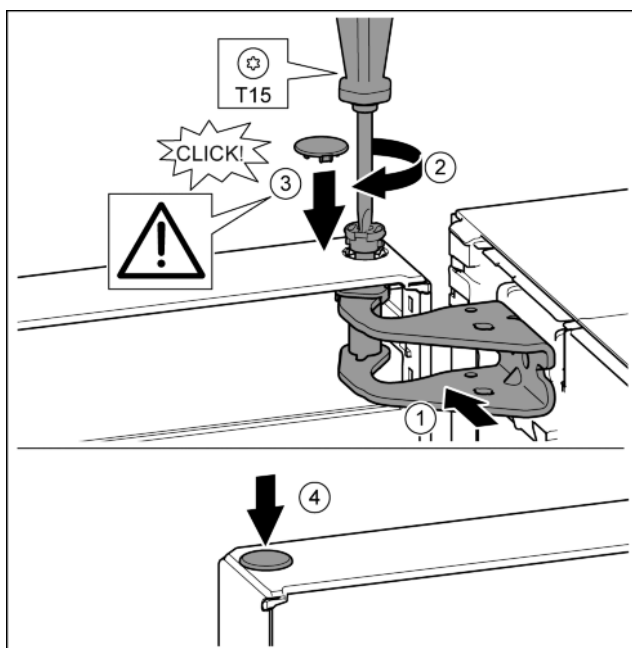

Fig. 19
- ▶ Poravnajte gornja vrata prema otvoru u podlošku ležaja. Fig. 19 (1)
- ▶ Umetnite svornjak i zavijte odvijačem T15. Fig. 19 (2)
- ▶ Montirajte sigurnosni pokrov radi osiguranja vrata: Umetnite sigurnosni pokrov i provjerite naliježe li na vrata. U protivnom u potpunosti umetnite svornjake. Fig. 19 (3)
- ▶ Umetnite čep. Fig. 19 (4)